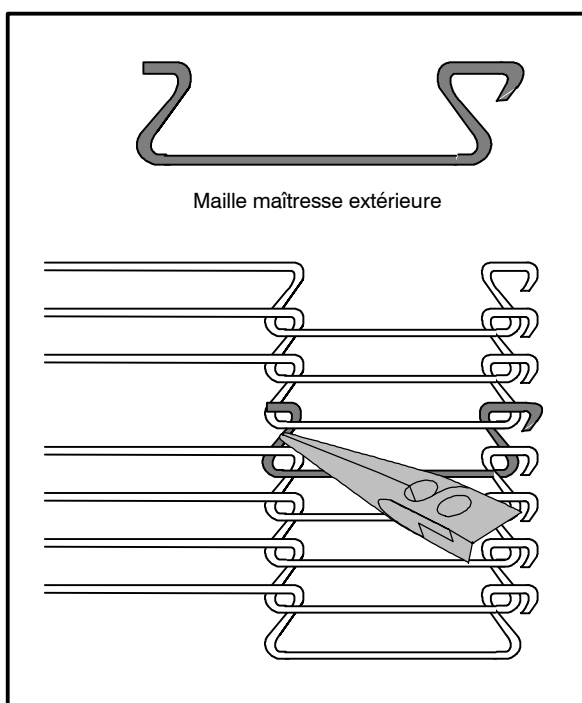

Figure 13
7. Placez les mailles maîtresses extérieures pour terminer la liaison des deux extrémités du tapis du convoyeur. Voir la Figure 13.